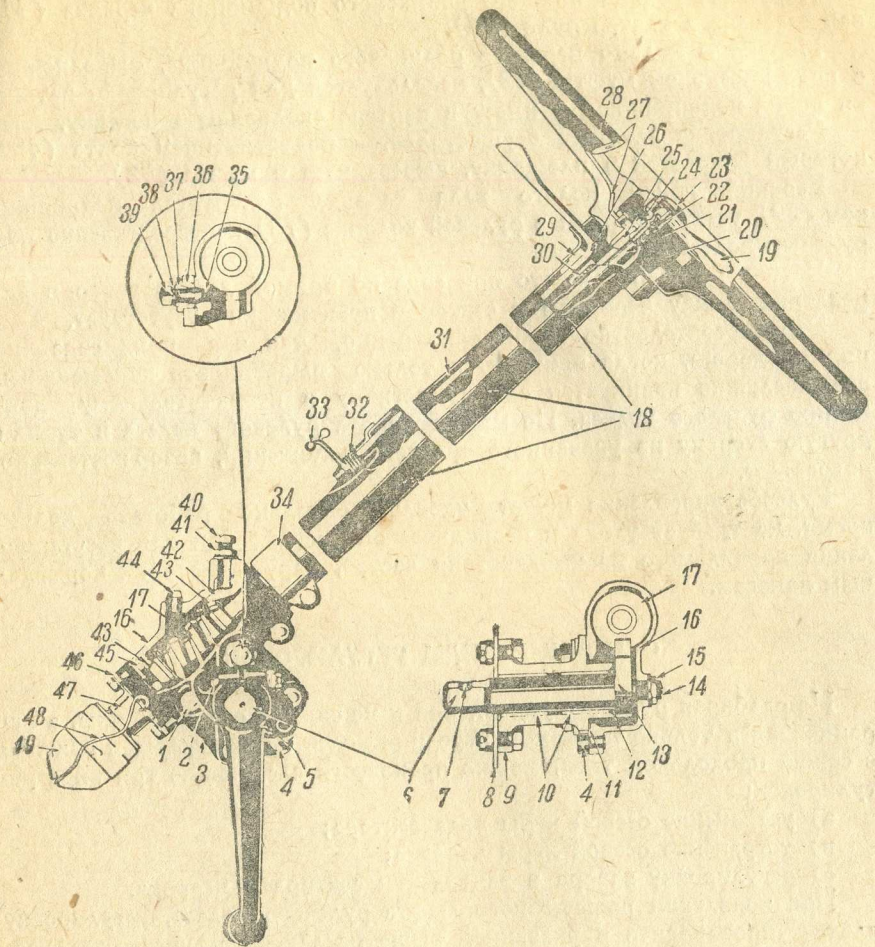
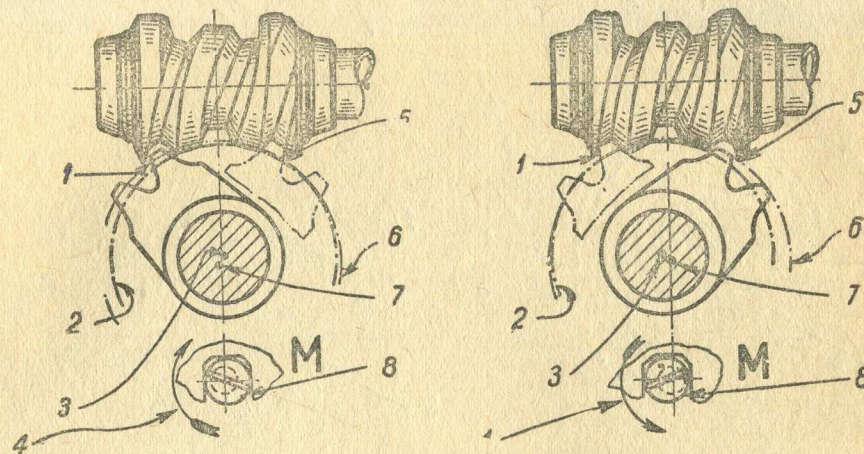

Рис. 33. Рулевое управление ГАЗ-А и АА.
Рис. 41. Поворот эксцентричной заклепки вправо.
Конструкция и взаимодействие частей рулевого механизма видны на рис. 33.
В случае обнаружения осевой игры, ее следует устранить завертыванием упорного винта сектора (14 — рис. 33), находящегося на картере руля со стороны мотора, предварительно освободив его контргайку (15). Далее, проверив легкость хода рулевого колеса, надо затянуть контргайку и вторично проверить осевую игру вала сектора.
Для регулировки равенства зазоров в зацеплении при поворотах рулевого колеса на равные углы из его среднего положения в ту или другую сторону служит эксцентричная заклепка (4 — рис. 33); М (рис. 41 и 42). Поворотом в ту или другую сторону можно соответственно смещать ось сектора относительно линии середины червяка.
прямой дороге. Для этого, закрепив рулевое управление в тисках и сняв рулевое колесо, поворачивают червяк до отказа влево, а затем на $1\frac{1}{2}$ оборота вправо, поворачивая далее вал червяка так, чтобы шлицевая канавка (25 — рис. 33) на его конце лежала в одной пло-
скости с регулировочным болтом (40 — рис. 33) и была направлена в его сторону.
необходимо слегка повернуть вправо (по часовой стрелке) эксцентричную заклепку, как указано на рис. 41.